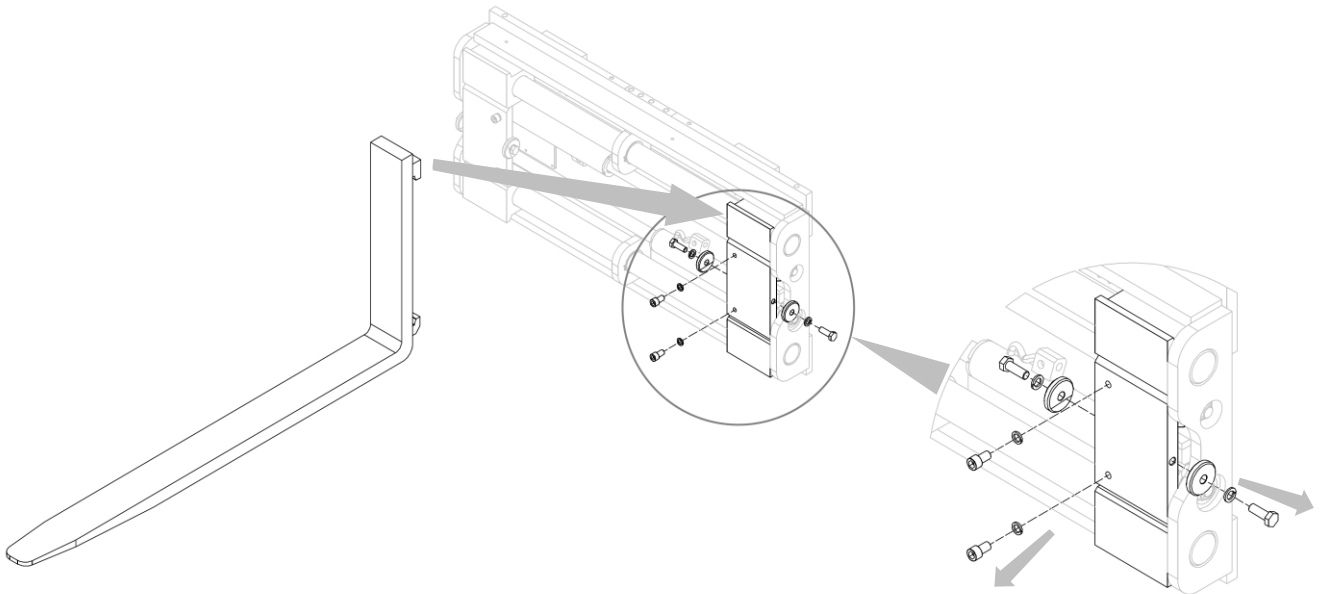

Figura 11
1. Applicare le forche dopo aver svitato i fermi forca; (vedi *Figura 11*).